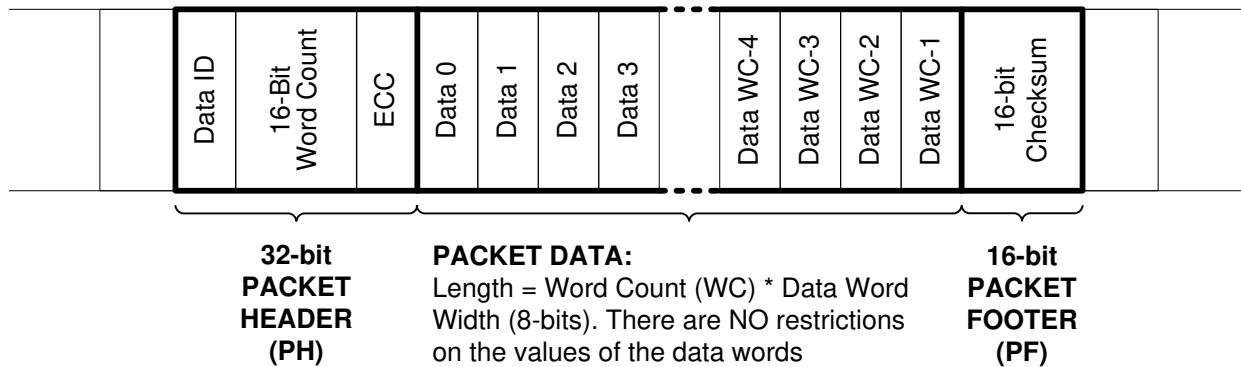

図 6-3. CSI-2 ロング パケットの構造
ロング パケットは、32 ビットのパケット ヘッダー (PH)、ワード数可変 (8 ビットデータ ワード) のアプリケーション固有のデータ ペイロード、16 ビットのパケット フッター (PF) という 3 つの要素で構成されています。パケット ヘッダはさらに、8 ビットのデータ 識別子、16 ビットのワード数 フィールド、8 ビットの ECC の 3 つの要素で構成されています。パケット フッターは、16 ビット チェックサムという 1 つの要素だけです。図 6-3 に、ロング パケットの構造を示します。